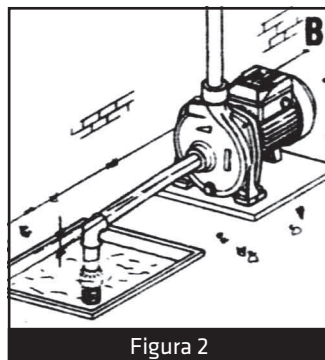

Figura 2
- 1- Instale a Bomba o mais próximo possível da fonte de captação de água (**Figura 2**).